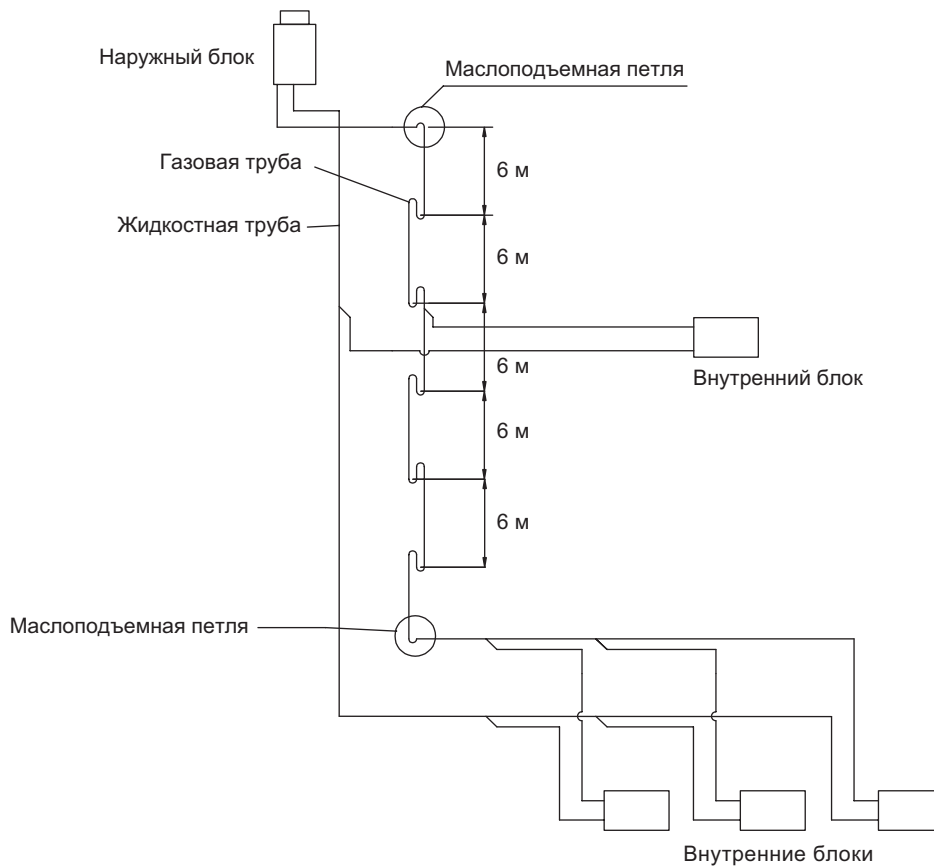

Рис. 6.4
6.3.11 При установке наружного блока выше внутренних необходимо через каждые 6 м по высоте на газовой магистрали устанавливать маслоподъемные петли см рис. 6.4.